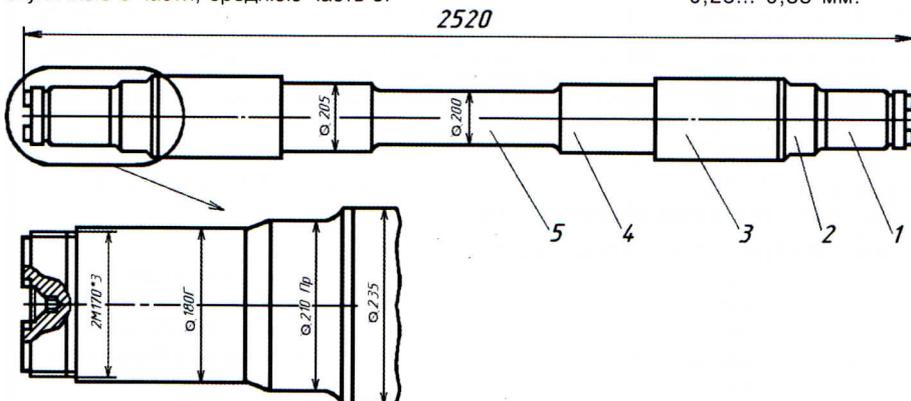

Рис. 1. Ось колесной пары электровоза ВЛ11:
**Оси** электровозов (рис. 1) изготавливают ковкой из специальной осевой локомотивной стали ОсЛ, временное сопротивление растяжению которой не ниже 590 МПа. Ось имеет шейки под буксовые 1 и моторно-осевые 4 подшипники (при опорно-осевой подвеске тяговых двигателей), предподступичные 2 и подступичные 3 части, среднюю часть 5.